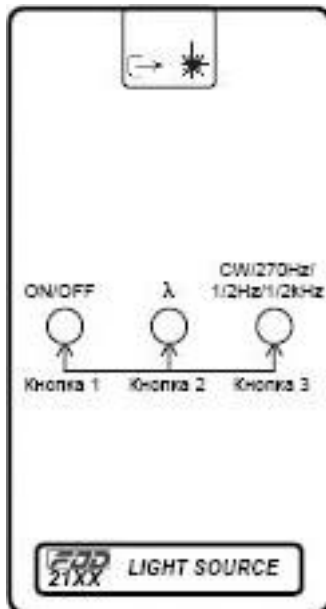

Рис.2
6.1 Назначение кнопок (рис.2):